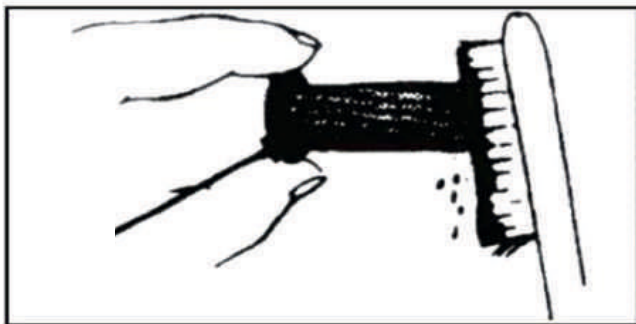

Рис. 19
2) С помощью щетки удалите отложения с сетки искрогасителя (рис. 19)